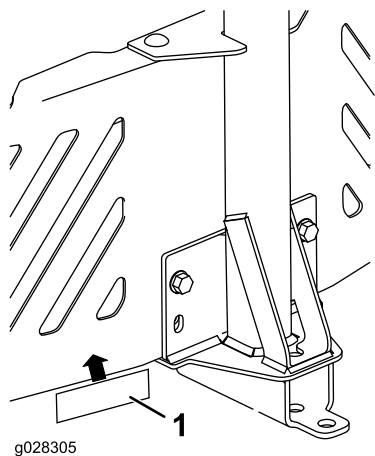

Figure 4
4. Apposez l'autocollant de la barre d'attelage à 1,3 cm sur la gauche du support de fixation d'accessoire (Figure 4).